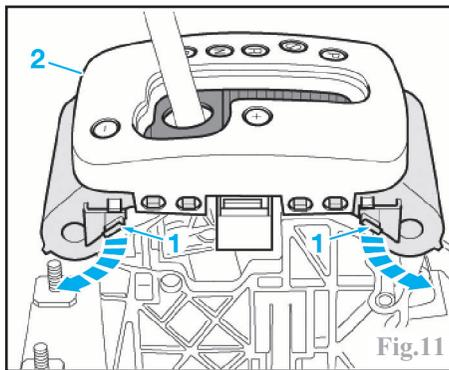

Fig.11
Ouvrir le cendrier de la console centrale et déposer l'enjoliveur du levier de vitesses. Déposer l'unité de commande du climatiseur. Déposer le cendrier de la console centrale. Déverrouiller les 4 agrafes de retenue (1) et retirer le cache (2) avec le dispositif de guidage par le haut (Fig.11).